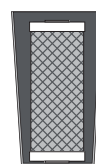

Рис. 13
5. Переставьте картридж в другую емкость, выше высоты картриджа*, и снова залейте через горловину внутрь картриджа приготовленный раствор лимонной кислоты (около 0,6 л). Раствор должен заполнить весь картридж (рис. 13). Оставьте картридж в растворе на 6-12 часов.
9. Переставьте картридж в другую емкость, выше высоты картриджа, и залейте через горловину внутрь картриджа приготовленный раствор соды небольшими порциями. Раствор должен заполнить весь картридж (рис. 13). Оставьте картридж в растворе на 30-60 минут.